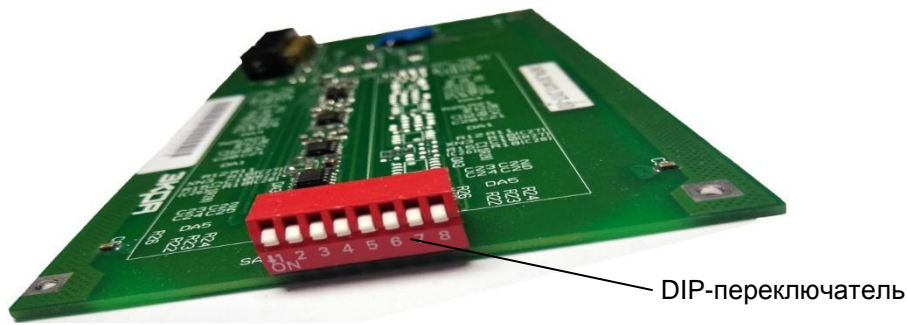

Рисунок 25 – Пример платы фильтра
4.5.3.10 DIP-переключатель (см. рисунок 25) на плате фильтров из комплекта ЗИП необходимо установить в положение, аналогичное положению переключателя заменяемой платы.